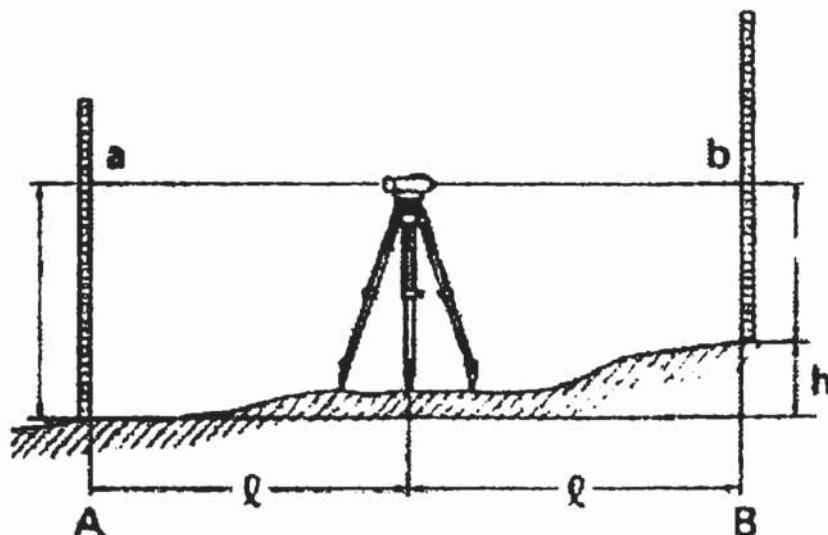

Рис. 6.1
1) Установите прибор приблизительно посередине между точками А и В (рис. 6.1). Дальномерные нити сетки нитей могут быть использованы для визуального контроля расстояний (см. раздел «6.3 Измерение расстояний по дальномерным нитям»).
4) Разность отсчетов $a - b$ является превышением точки В относительно точки А (рис. 6.1).